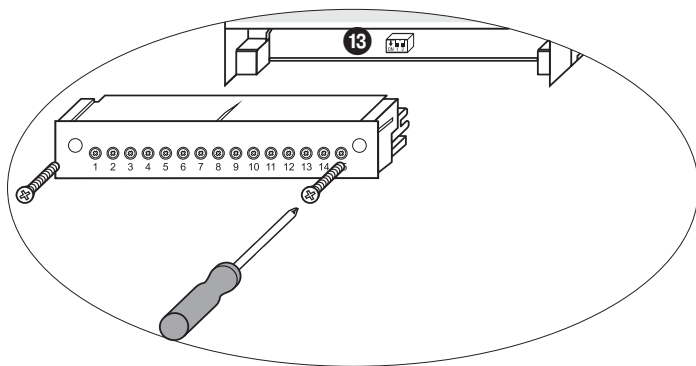

Fig. 9
- Onderste klemmenstrook: Rechts en links de bevestigingsschroeven losmaken en de klemmenstrook aftrekken. **Fig. 9**